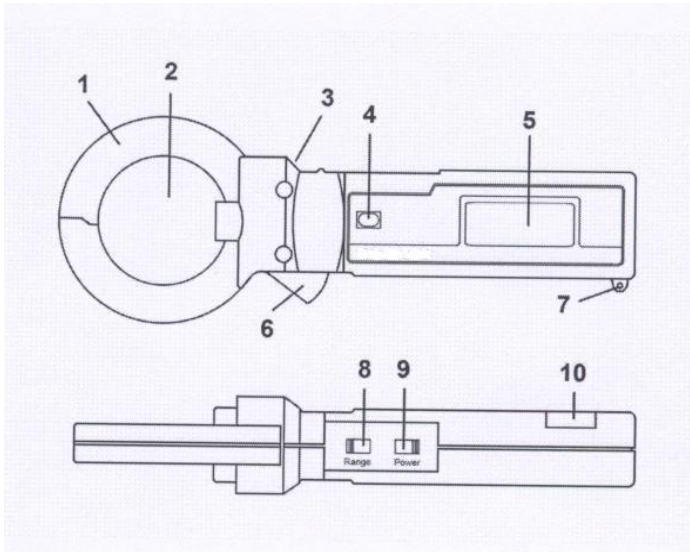

Bild 2
Vor dem Messen der Stromaufnahme muss die Leckstrommesszange den einzelnen Stromleiter vollständig umfassen. Dazu muss mit dem Daumen die Öffnungstaste - Bild 2 (6) - betätigt werden.
- Die Finger dürfen dabei die Griffmulde Bild 2 (3) nicht überschreiten! Der Sicherheitsabstand zum stromführenden Leiter wird sonst nicht eingehalten!
- Beim Umgreifen des Leiters muss darauf geachtet werden, dass der Leiter sich möglichst in der Mitte des Messzangenjochs Bild 2 (2) befindet und die Backen keine Leiter quetschen!